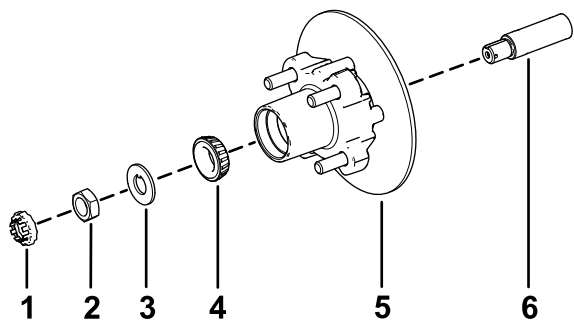

Figura 34
1. Lubrificate leggermente il mandrino con il grasso specificato (Figura 34).
2. Montate il mozzo e il rotore sul mandrino con il rotore verso l'interno (Figura 34).
3. Montate il cuscinetto esterno sul mandrino e inserite il cuscinetto sull'anello esterno (Figura 34).
4. Montate la rondella di sicurezza sul mandrino (Figura 34).
5. Avvitare il dado del mandrino sul mandrino e serrate il dado a 15 N·m mentre ruotate il mozzo per posizionare in sede il cuscinetto (Figura 34).
2. Allineate le pastiglie dei freni su ciascun lato del rotore (Figura 30) e i fori sulla staffa della pinza con i fori sul supporto del freno del telaio del mandrino (Figura 34).